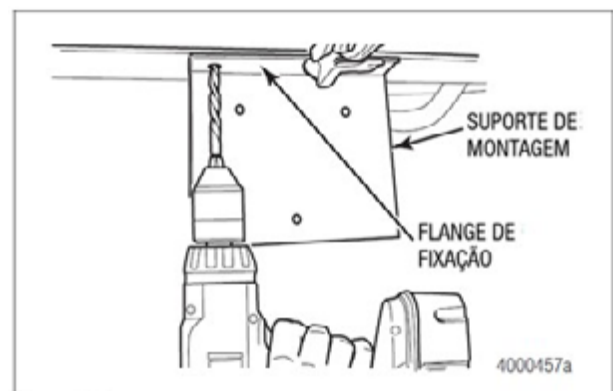
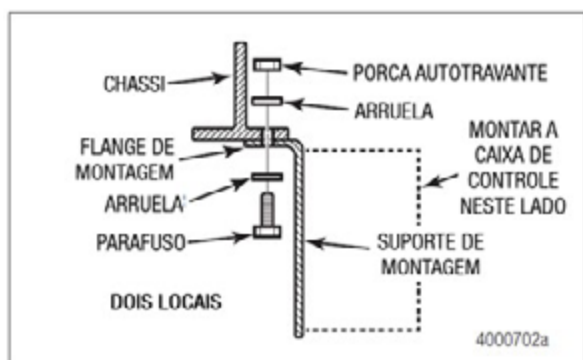
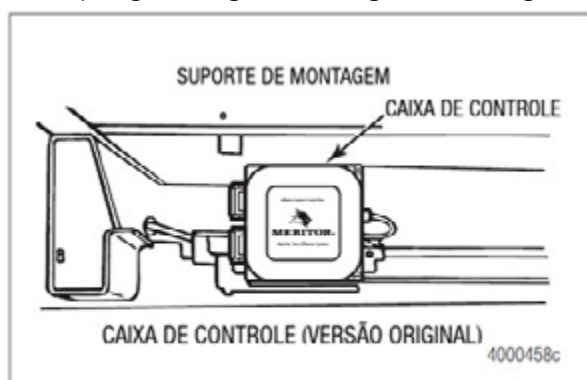
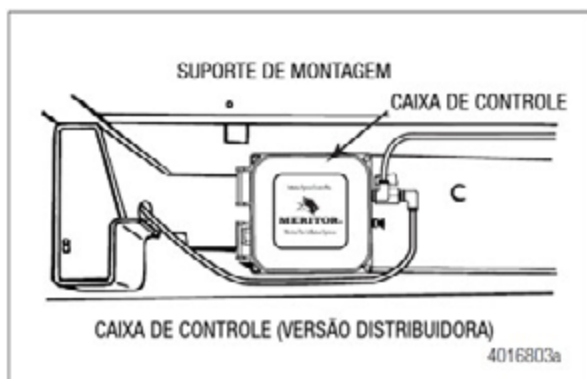

Figura 2.51
Figura 2.52
Figura 2.53
Figura 2.54
- Use o suporte de montagem fornecido como um molde e faça dois furos de 8 mm (5/16 de polegada) no chassi do reboque. Use os fixadores, arruelas e porcas fornecidos para prender o suporte ao chassi. Figura 2.51 e Figura 2.52.
5. Instale a caixa de controle no suporte de montagem do lado oposto ao do flange de fixação, utilizando os parafusos, arruelas e porcas fornecidos de 6,36 mm (1/4 de polegada). Figura 2.52, Figura 2.53 e Figura 2.54.